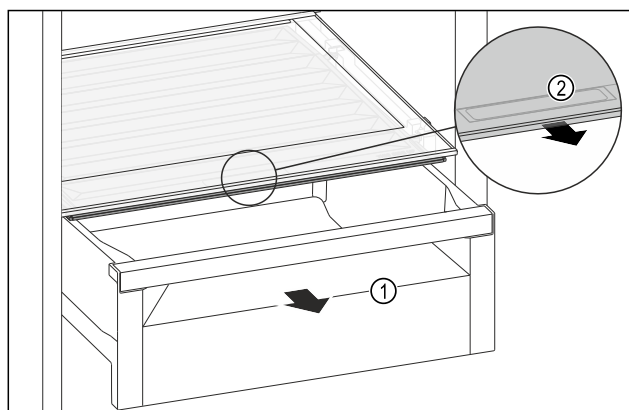

Fig. 124
- Wyciągnąć szufladę Fig. 124 (1).
- ▶ Chwycić uchwyt wpuszczany Fig. 124 (2) na pokrywie komory i pociągnąć pokrywę jednocześnie do przodu.